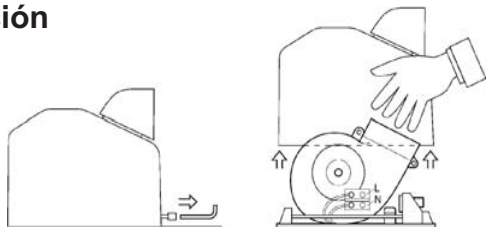

Figura 1
- Dañar la carcasa (véase la Figura 1).